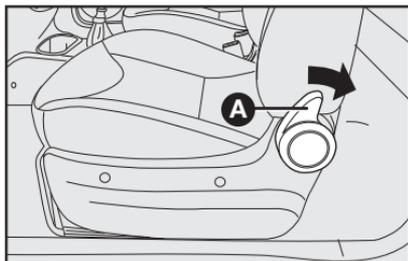

fig. 11
## ACESSO AO BANCO TRASEIRO PELO LADO DO MOTORISTA (VERSÕES CABINE DUPLA) – fig. 11
- gire a manopla **A**–fig. 11 no sentido do banco traseiro, o encosto destravar-se, sendo projetado para frente.
- o banco retornará à posição longitudinal regulada anteriormente, porém o ângulo do encosto deverá ser reajustado através da manopla **A**–fig. 11 de rebatimento do encosto.